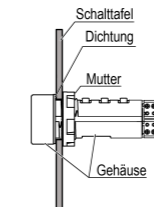

Abb. 1 Montage
2. Platzieren Sie die mitgelieferte Dichtung vorsichtig (siehe Abb. 1).